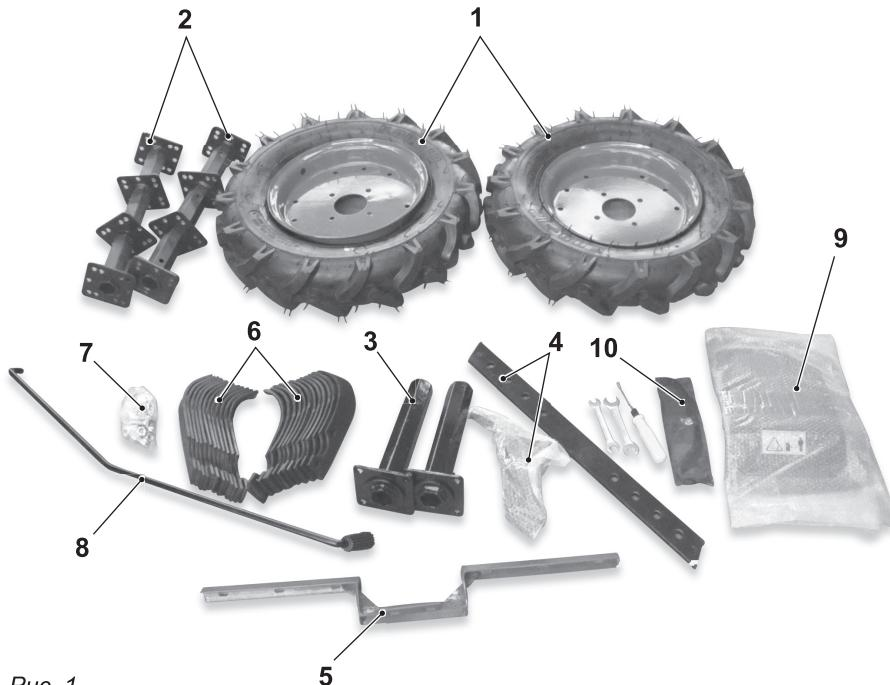

Рис. 1
**1. КОМПЛЕКТ ПОСТАВКИ (рис. 1)**